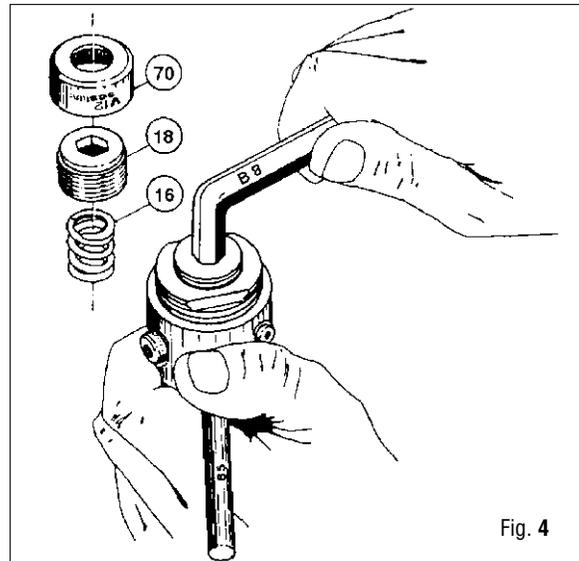

Fig. 4
7. Quitar el casco de protección (70).
8. Con la llave hexagonal (B-13), destornillar la tuerca de regulación (18) y extraer el muelle (16). (Fig. 4)